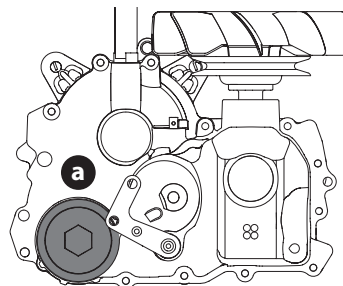

Fig. 39
- Coloque un recipiente adecuado debajo de la tapa del filtro de aceite (a) de la transmisión. Retire la tapa del filtro de aceite de la transmisión para drenar el aceite (Fig. 39). Extraiga y deseche la junta tórica.
- Coloque el filtro nuevo y ajuste una junta tórica nueva en la tapa del filtro (a) (Fig. 39).